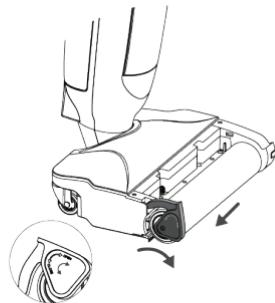

рис. 1
1. Поверните ручку роликовой щетки по часовой стрелке. Удерживая ручку слева, выньте роликовую щетку (рис. 1).